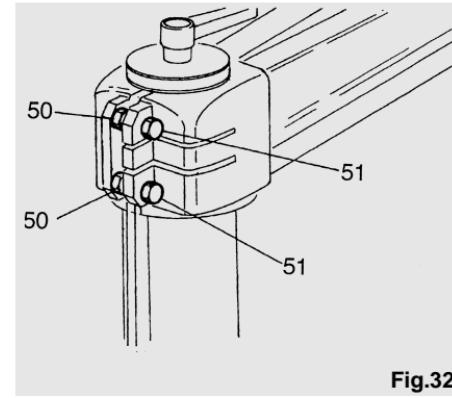

Fig.32
Auf Grund der ständigen Bewegung kann sich ein Spiel an der Passung herstellen. Siehe auch Abb. 32. Die beiden inneren Kontermuttern (50) lösen und die beiden Schrauben (51) soweit festziehen bis das Spiel beseitigt ist. Achten Sie darauf die Schrauben nicht zu fest anzuziehen, da sonst die Reibung eine leichte Drehbarkeit des Arms verhindern könnte. Nach Festziehen der beiden Kontermuttern (50) überprüfen, ob sich der Arm noch leicht drehen läßt. Andernfalls die beiden Schrauben (51) leicht lösen. Jetzt müssen auch die beiden Einstellstifte des Blockierhebels überprüft werden. Der Hebel muß sich frei drehen lassen, er darf allerdings kein Spiel haben. Sollten die Einstellstifte verstellt werden, müssen Sie unbedingt darauf achten, daß die Rechtwinkligkeit des Arms bezüglich des Anschlags nicht verändert wird.